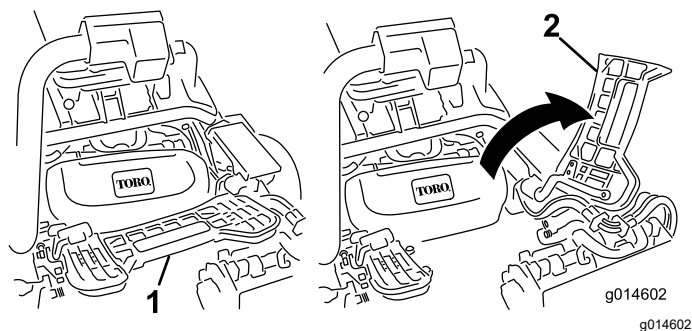

図 53
2. フットレストを跳ね上げて開き、中央カッピングユニット取り付け位置へのアクセスを確保する 図 53。